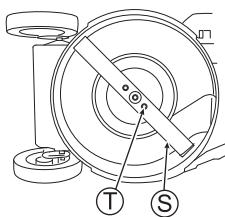

Abb. 33
- Wenn die Klinge (S) oder die Klingenbefestigungsschrauben (T) "verschlissen", "gebrochen" oder "deformiert" sind, ersetzen Sie sich durch neue, von uns angegebene Teile.
- Vergewissern Sie sich, dass die Klingenbefestigungsschrauben (T) mit dem angegebenen Drehmoment angezogen sind. (Siehe Abb. 33)
- Ziehen Sie die Klingenbefestigungsschrauben (T) von Hand ordentlich an.